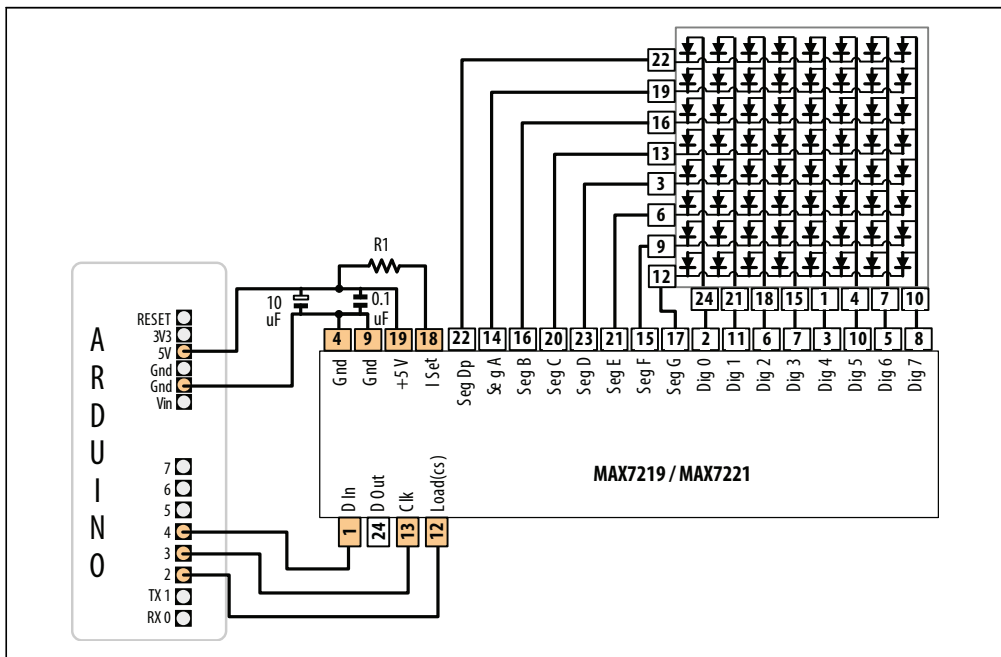

Abbildung 7-15: Ansteuerung einer 8x8-LED-Matrix mit einem MAX72xx
Wie in Rezept 7.12 kann man ein Schieberegister auch nutzen, um die Anzahl der Pins zu reduzieren, die zur Ansteuerung einer LED-Matrix benötigt werden. Diese Lösung nutzt die beliebten LED-Treiber MAX7219 oder MAX7221. Schließen Sie den Arduino, die Matrix und den MAX72xx wie in Abbildung 7-15 an.
Der Widerstand (mit der Bezeichnung R1 in Abbildung 7-15) wird verwendet, um den Maximalstrom zu kontrollieren, der die LED antreibt. Das MAX72xx-Datenblatt enthält eine Tabelle, die eine Reihe von Werten aufführt (siehe Tabelle 7-3).
Die grüne LED in der LED-Matrix aus Abbildung 7-15 hat eine Fluss-Spannung von 2,0 Volt und einen Durchlass-Strom von 20 mA. Tabelle 7-3 gibt 28K Ohm an, doch als kleine zusätzliche Sicherheit ist ein Widerstand von 30K oder 33K eine gute Wahl. Die Kondensatoren (0.1 µf und 10 µf) (DL) 0.1 uf werden benötigt, um Spannungsspitzen zu vermeiden, die beim Ein- und Ausschalten der LEDs auftreten – sehen Sie sich Rezept 17.2 in Anhang C an, wenn Sie mit dem Anschluss von Entstörkondensatoren nicht vertraut sind.